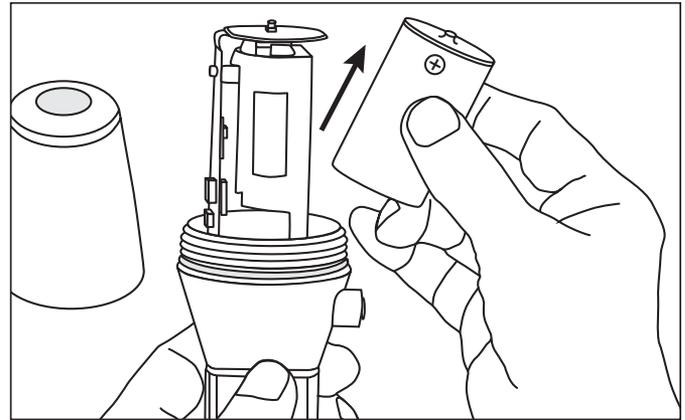

Figure 5
5. Insérez la pile de rechange avec l'extrémité positive vers le haut (voir figure 5). N'effectuez le remplacement qu'avec une pile Chesterton, référence 403683.